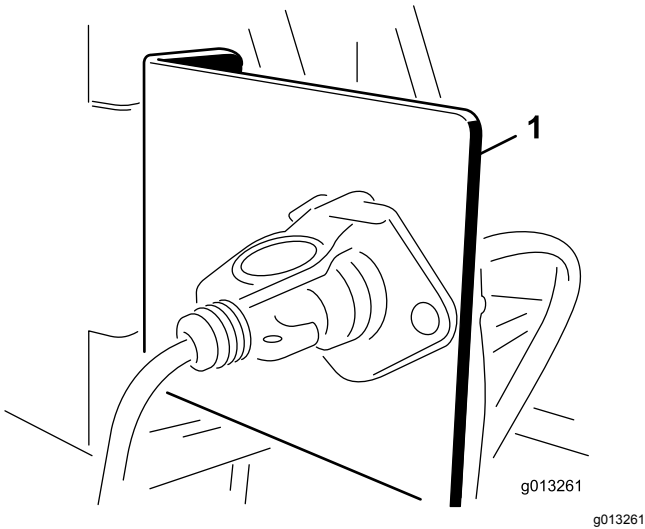

Bild 8
1. Befestigen Sie die Steckdosen-Halterung mit einer der Befestigungshalterungen an einer festen Stelle am Heck der Zugmaschine (Bild 8).